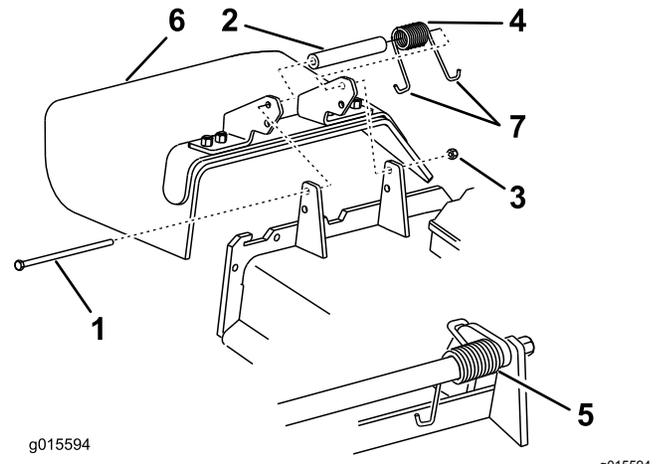

Figure 98
1. Retirez le contre-écrou, le boulon, le ressort et l'entretoise qui fixent le déflecteur aux supports de pivot (Figure 98).
**Remarque:** Prenez soin de placer une extrémité en J du ressort derrière le bord du tablier avant de mettre le boulon en place, comme montré à la Figure 98.
5. Accrochez une extrémité en J du ressort au déflecteur d'herbe (Figure 98).